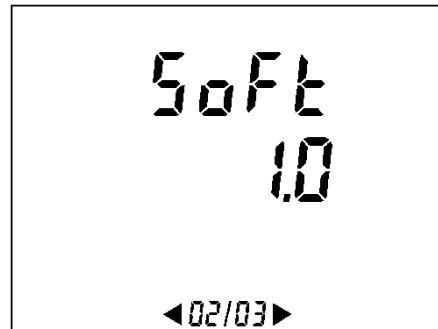

Figura 66: Numero di versione del software integrato (pagina 2/3).
- La versione software dell'apparecchio (**S_{oFt}** = *Software version*) (Figura 66).